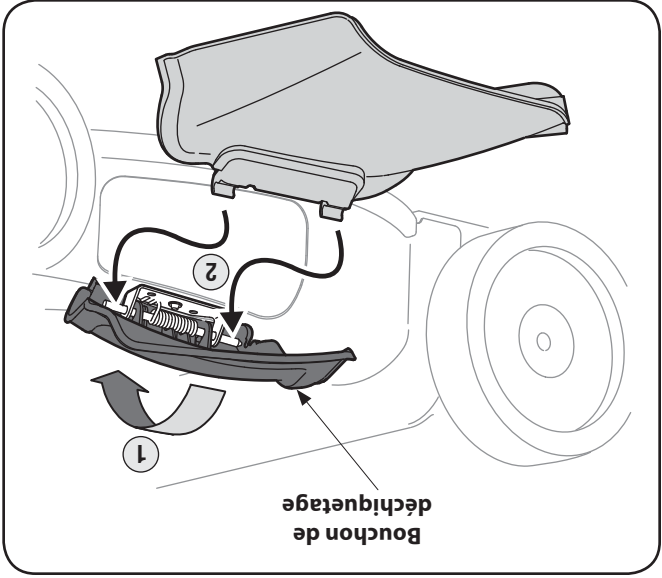

Figure 3-9
1. Relevez le bouchon de décharge à charnière qui se trouve sur le côté du plateau de coupe. Voir la Figure 3-9.